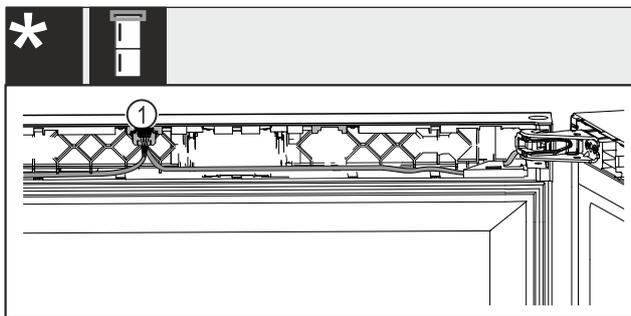

Fig. 46 Для комбинаций из холодильника для вина и морозильника*
- ▶ Зафиксируйте штекер Fig. 46 (1) в направляющей.*